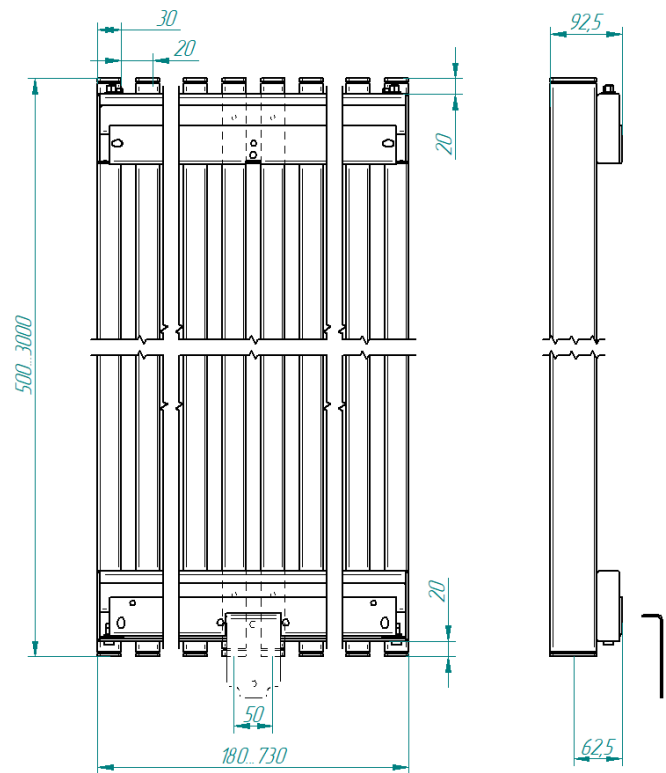

Рис.1. Радиатор трубчатый вертикальный ЛВН-М(Л).
4.4 Размеры и технические характеристики изделий представлены на рис. 1 и в таблице 1.